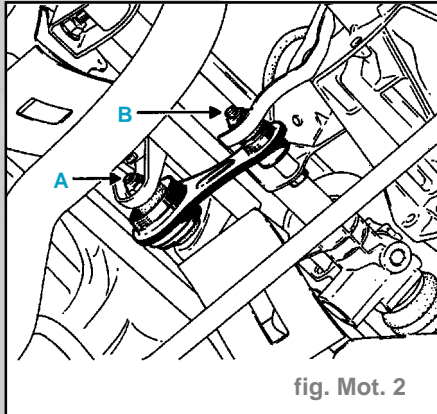

fig. Mot. 2
- Dévisser, sans déposer, le boulon (A) et déposer le boulon (B) de la biellette de reprise de couple (fig. Mot. 2)